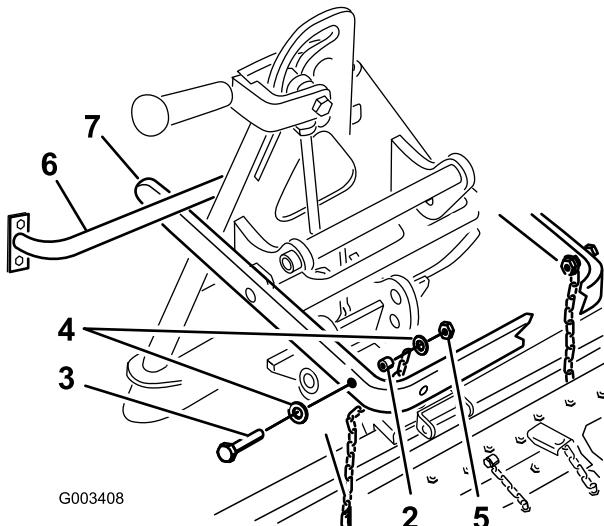

Figura 6
conjunto del bastidor trasero de la unidad de tracción (Figura 6).
Siempre levante y mueva el accesorio usando el asa situada en la parte trasera del adaptador de accesorios (Figura 6).
5. Sujete el eslabón superior de cada cadena al interior del brazo de elevación usando un perno (3/8 x 2-1/2 pulgadas), 2 arandellas (3/8 x 7/8 pulgada), un espaciador, y una contratuerca (3/8 pulgada) (Figura 6).